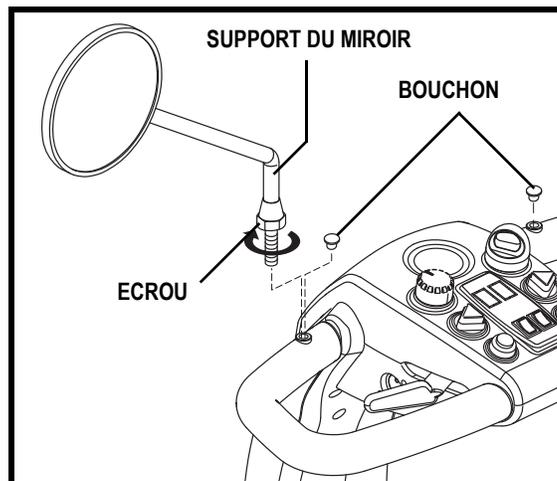

Figure 18. Installation du miroir
**Pour installer le miroir (voir la figure 18):**